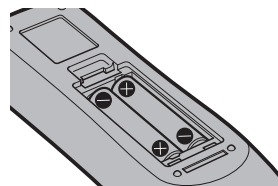

Fig. 2
2) Insérez les piles et fermez le couvercle (insérez d'abord le côté \ominus). (Fig. 2)